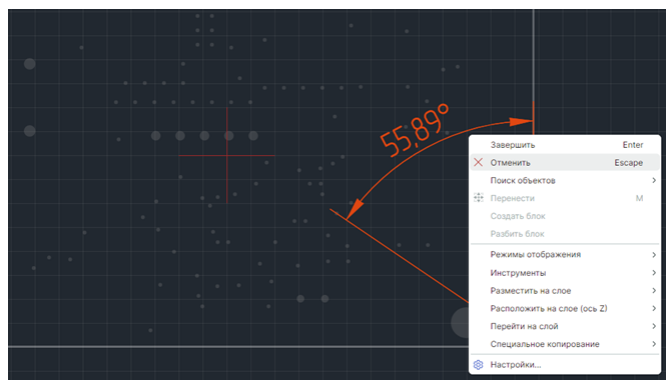

Рис. 415 Отмена размещения размерной линии
5. Размещение линии можно отменить, для этого нажмите клавишу «Escape» или вызовите контекстное меню и выберите «Отменить», см. Рис. 415.